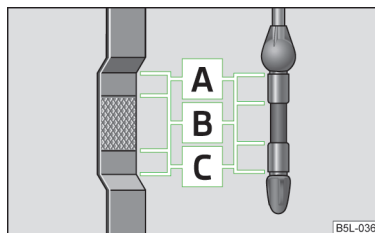

Fig. 127
- Si le niveau d'huile est supérieur au repère  » fig. 127 à la page 170,  ne poursuivez pas votre trajet ! Arrêtez le moteur et faites appel à l'assistance d'un atelier spécialisé.
La jauge d'huile indique le niveau d'huile moteur » fig. 127.
- Le niveau d'huile ne doit jamais dépasser le niveau A » fig. 127 – risque d'endommagement du système d'échappement !